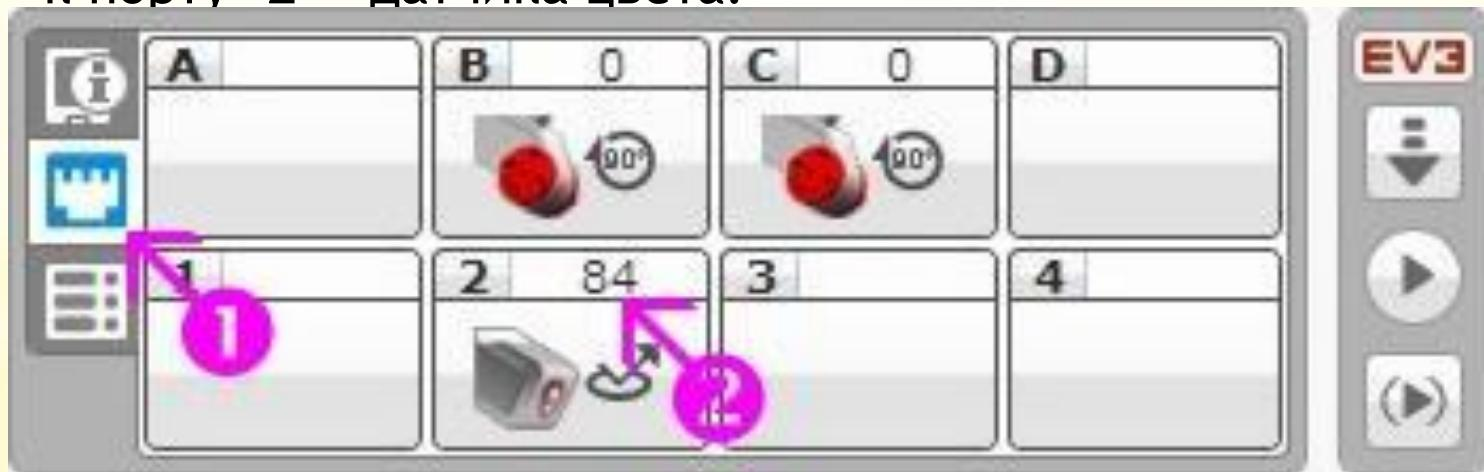
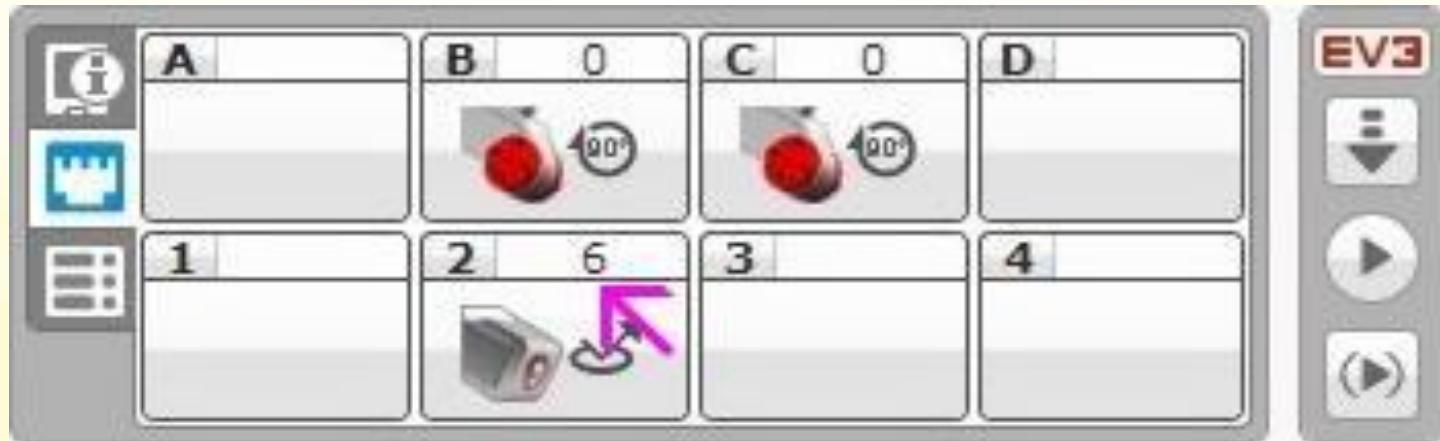

Рис. 10
Рис. 12
- * Установим робота, таким образом, чтобы датчик цвета расположился над белой поверхностью. "Страницу аппаратных средств" среды программирования переключим в режим "Просмотр портов" (Рис. 10 поз. 1). В этом режиме мы можем наблюдать все выполненные нами подключения. На Рис. 10 отображено подключение к портам "B" и "C" двух больших моторов, а к порту "2" - датчика цвета.
* На Рис. 10 поз. 2 мы видим, что значение показания датчика цвета над белой поверхностью равно 84. В вашем случае может получиться другое значение, ведь оно зависит от материала поверхности и освещения внутри помещения: часть освещения, отражаясь от поверхности, попадает на датчик и влияет на его показания. Установив робота таким образом, чтобы датчик цвета расположился над черной полосой, зафиксируем его показания (Рис. 12).